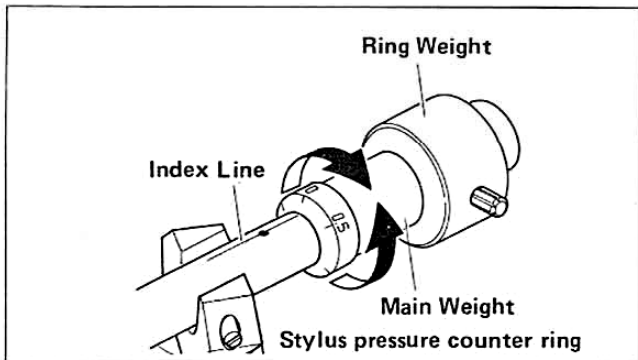

Fig. 11
6. Set the stylus pressure counter ring to "0" with the red index line as shown in fig. 11. (This counter ring is for calibration only and does not affect the tone arm balance.)
6. Den Nadelaufgabe-Gegenring so einstellen, daÙ die rote Bezugslinie auf "0" zeigt (fig. 11). (Der Gegenring dient nur zum Eichen und hat keinen EinfluÙ auf die Tonarmbalance.)
6. Régler la contre-bague de pression de pointe de lecture sur "0" avec le trait de repère rouge comme il est montré à la fig. 11. (Cette contre-bague sert pour le calibrage seulement et n'affecte pas l'équilibrage du bras acoustique).
6. Mettere l'anello contatore della pressione sulla puntina sulla posizione "0" con l'indice rosso come mostrato nella fig. 11 (quest'anello contatore serve solc per la calibrazione e non ha effetto alcuno sul bilanciamento del braccetto).